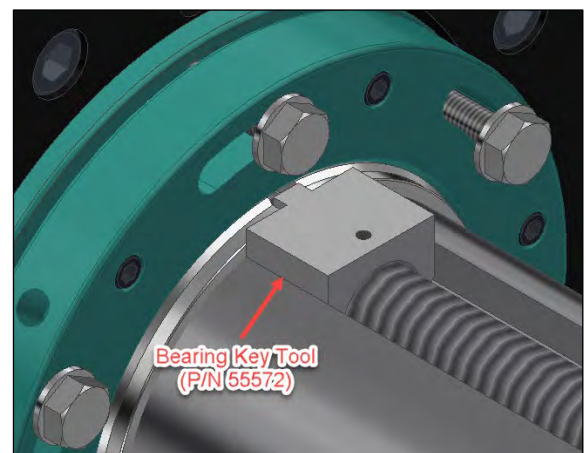

Figure 11. Outil de clavette de palier (Réf. 55572)
6. Installez l'outil de clavette de palier (Réf. 55572) sur la vis-mère de la barre, en ajustant sa languette dans la rainure de la douille du palier (voir Figure 11).